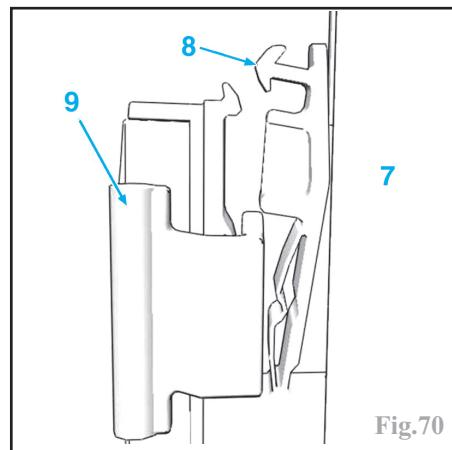

Fig.70
En A : de chaque côté, à l'aide d'un petit outil plat, déclipser les agrafes de maintien (8) pour dégager les embouts de câble (9) (Fig.70).